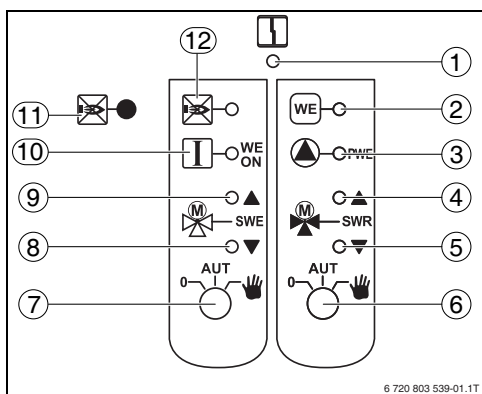

Рис. 4 Элементы управления FM444
Модуль FM444 в соединении с альтернативными теплогенераторами имеет функцию, которая при нажатии кнопки **Разогрев** (→ рис. 4, [11], стр. 35) на стадии пуска альтернативного теплогенератора препятствует старту дизельного/газового отопительного котла.
Различные положения переключателей (→ рис. 4, [6], [7]) по-разному воздействуют на насос альтернативного теплогенератора и на включение теплогенератора.
4.4.1 Переключатель автоматического теплогенератора / аварийного охлаждения (левый) (→ рис. 4, [7], стр. 35)
4.4.2 Переключатель насоса теплогенератора (правый) (→ рис. 4, [6], стр. 35)
- ▶ Нажмите и удерживайте нажатой кнопку **Отопительный контур** (→ рис. 4, [7], стр. 35).